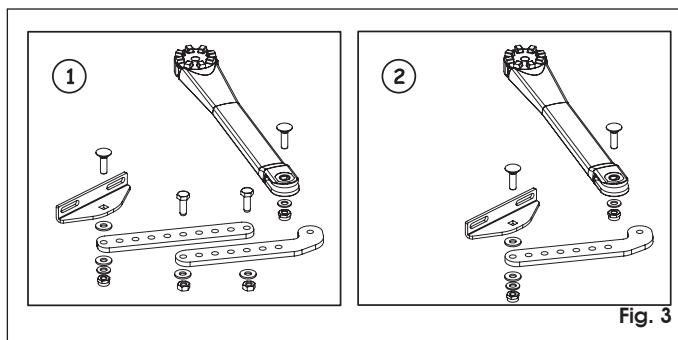

Fig. 3
- Assembler le bras de l'opérateur d'après la Fig. 3 réf. ① ou ② en fonction de la cote déterminée.